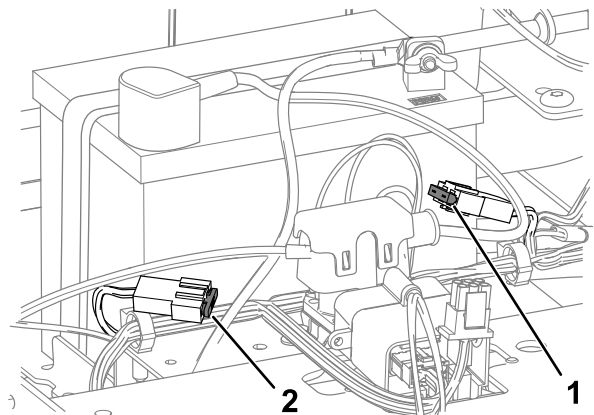

Figure 50
4. Pour remplacer un fusible, tirez dessus pour l'enlever (Figure 50).